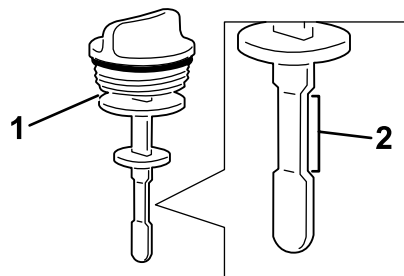

Figure 108
4. Ressortez la jauge et vérifiez le niveau de liquide (Figure 108).